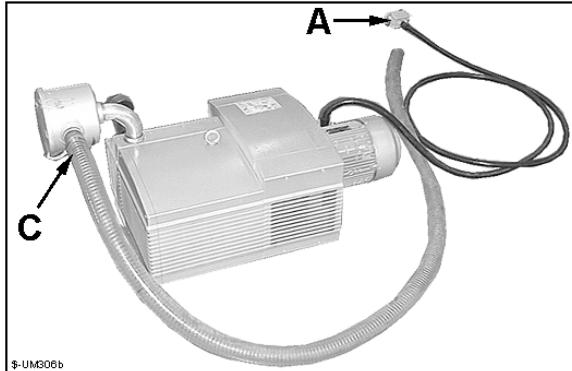

Fig. 4.5.2a
- Collegare il tubo C fissandolo con le fascette in dotazione (Fig. 4.5.2a).